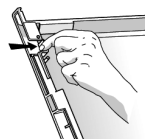

Fig.3
1. Retirez la couverture du compartiment par le biais des deux butées latérales présentes sur la face inférieure (voir **Fig. 3**).